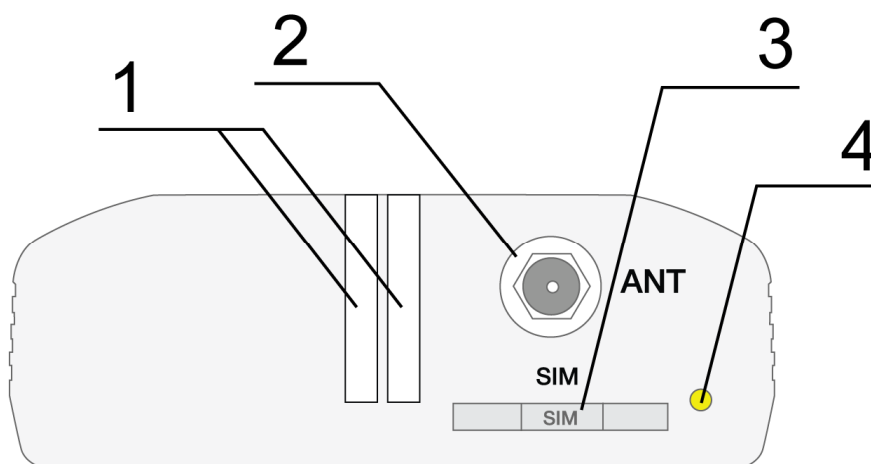
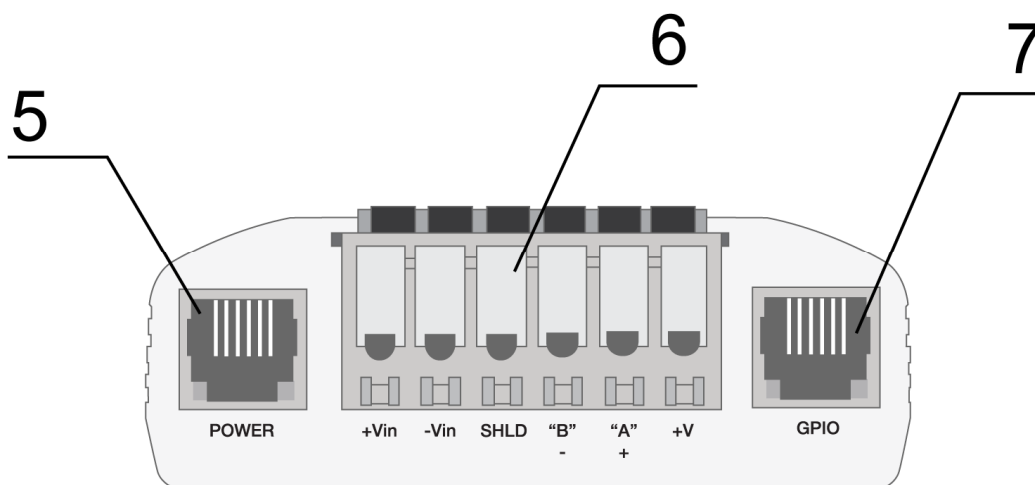

Рис. 2.4.1. Вид спереди
Рис. 2.4.2. Вид сзади
Модем TC65i-485GI представляет собой компактное устройство, выполненное в пластмассовом корпусе. Внешний вид представлен на рис.2.4.1 и рис.2.4.2:
- достать SIM-лоток, нажав на кнопку извлечения SIM-лотка (рис. 2.4.1);